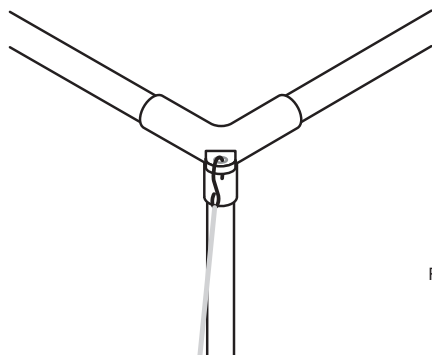

FIGURE 12
2. Fixez le crochet en S du tendeur à la boucle du connecteur d'angle (figure 12).
1. Fixez le crochet en S de la sangle à la boucle du connecteur d'angle (figure 12).